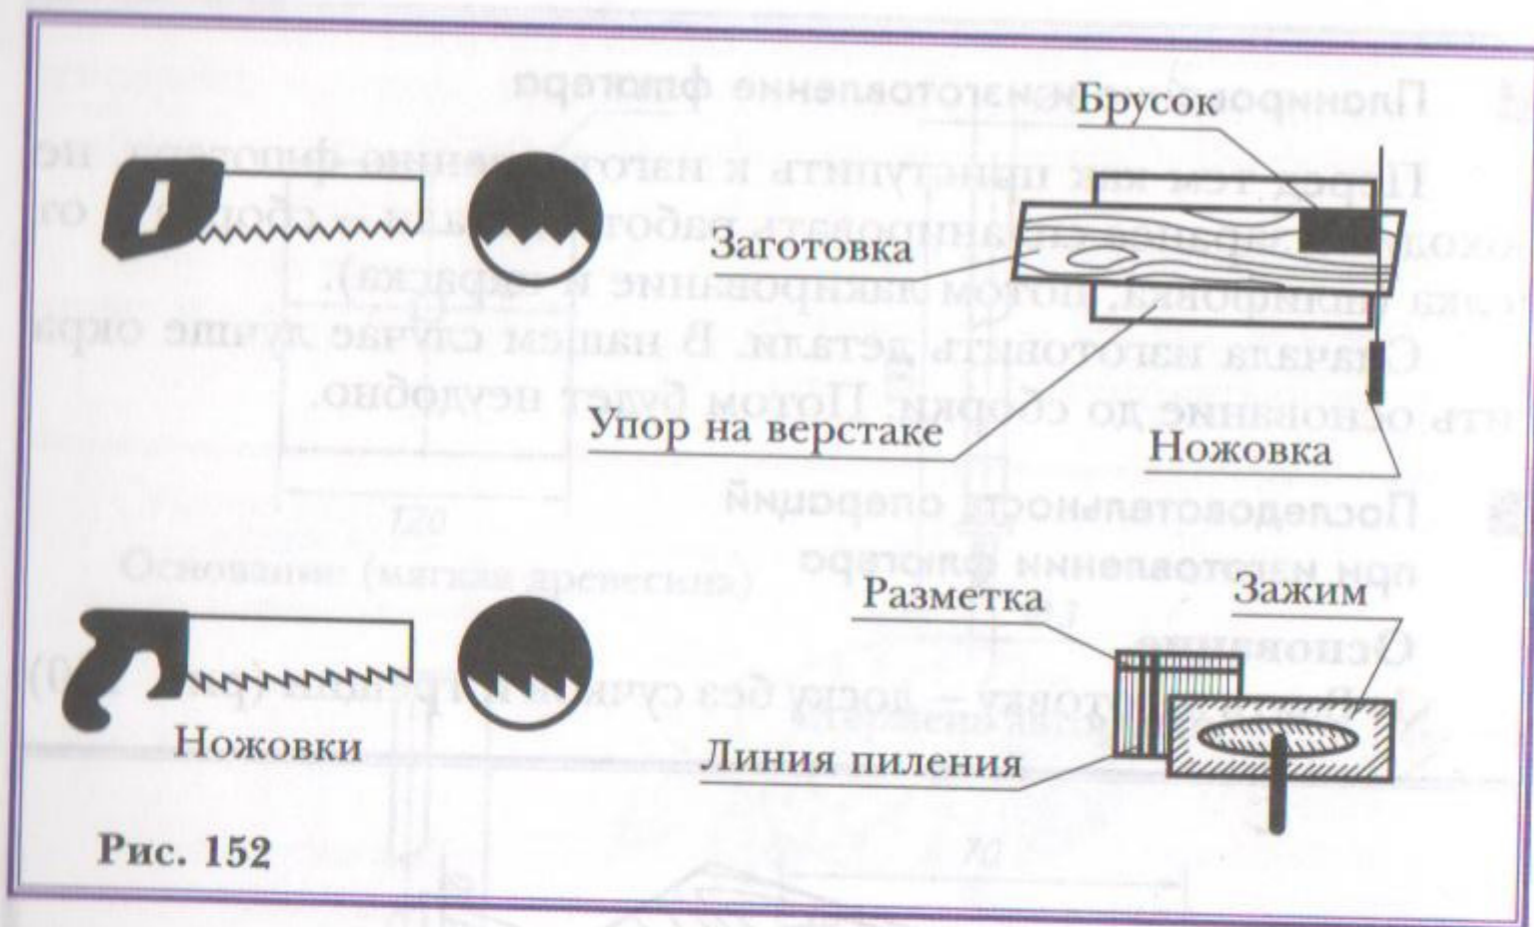

Рис. 152
3. Отпилить заготовку вдоль и поперёк с припуском 1–2 мм для строгания (рис. 152).